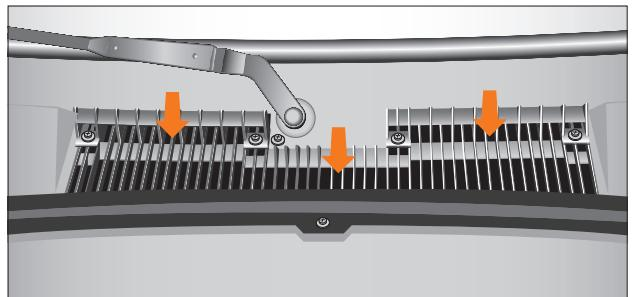

Рис. 51. Воздухозаборник
**Воздухозаборник отопителя** (рис. 51). Воздухозаборные отверстия должны быть свободны для поступления воздуха, при необходимости удалить листву, грязь или снег.